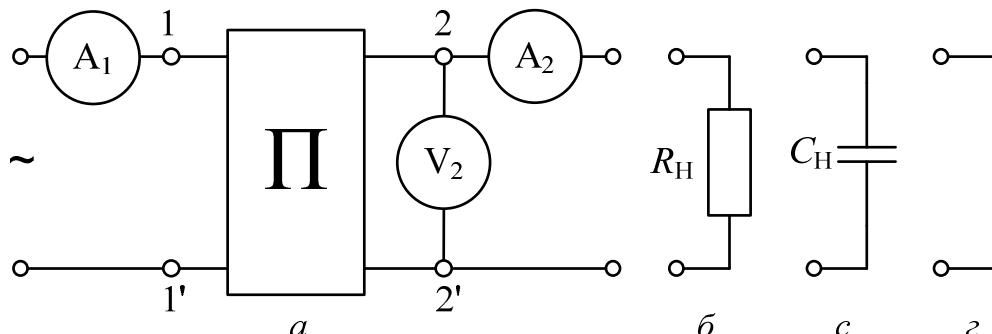
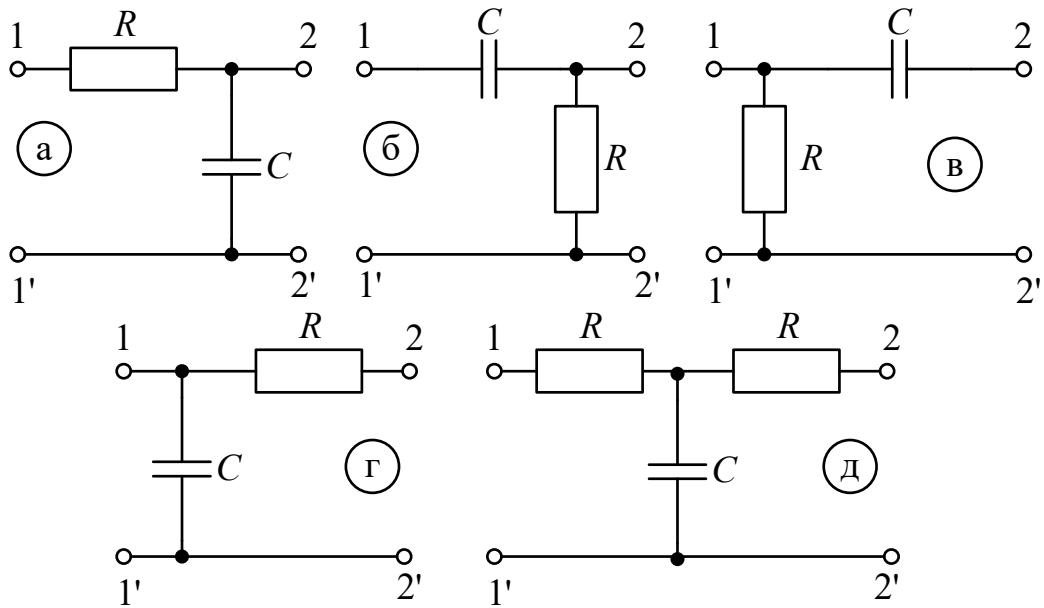

Рис. 8.3.
Рис. 8.4.
Электрическая цепь, схема которой показана на рис. 8.3, питается от источника синусоидального напряжения с ЭДС 24 В и частотой 50 Гц.
Исследуемый четырехполюсник собирается из резистора  $R = 2,2 \text{ кОм}$  и конденсатора  $C = 1 \text{ мкФ}$  по одной из Г-схем или из двух резисторов  $R = 1 \text{ кОм}$  и конденсатора  $C = 1 \text{ мкФ}$  по Т-схеме, которые показаны на рис. 8.4. Номер схемы ( $a \div e$ ) выбирается по табл. 8.1 согласно варианту, указанному преподавателем. В качестве нагрузки используются либо резистор  $R_H = 1 \text{ кОм}$  (рис. 8.3, б), либо конденсатор  $C_H = 0,47 \text{ мкФ}$  (рис. 8.3, в), что отмечено в той же таблице.
В режиме холостого хода нагрузка отключается (рис. 8.3, а), а в режиме короткого замыкания (рис. 8.3, г) заменяется переходником (в виде штепсельной вилки).
2. Собрать электрическую цепь по схеме рис. 8.3 (прямое включение четырехполюсника из вариантов, показанных на рис. 8.4).
5. Поменять местами в схеме рис. 8.3 входные и выходные зажимы четырехполюсника (обратное включение). Повторить опыты холостого хода и короткого замыкания. Показания приборов внести в табл. 8.3. Туда же записать результаты вычислений  $Z_{2x}$  и  $Z_{2k}$ , которые подсчитываются аналогично входным сопротивлениям при прямом включении.